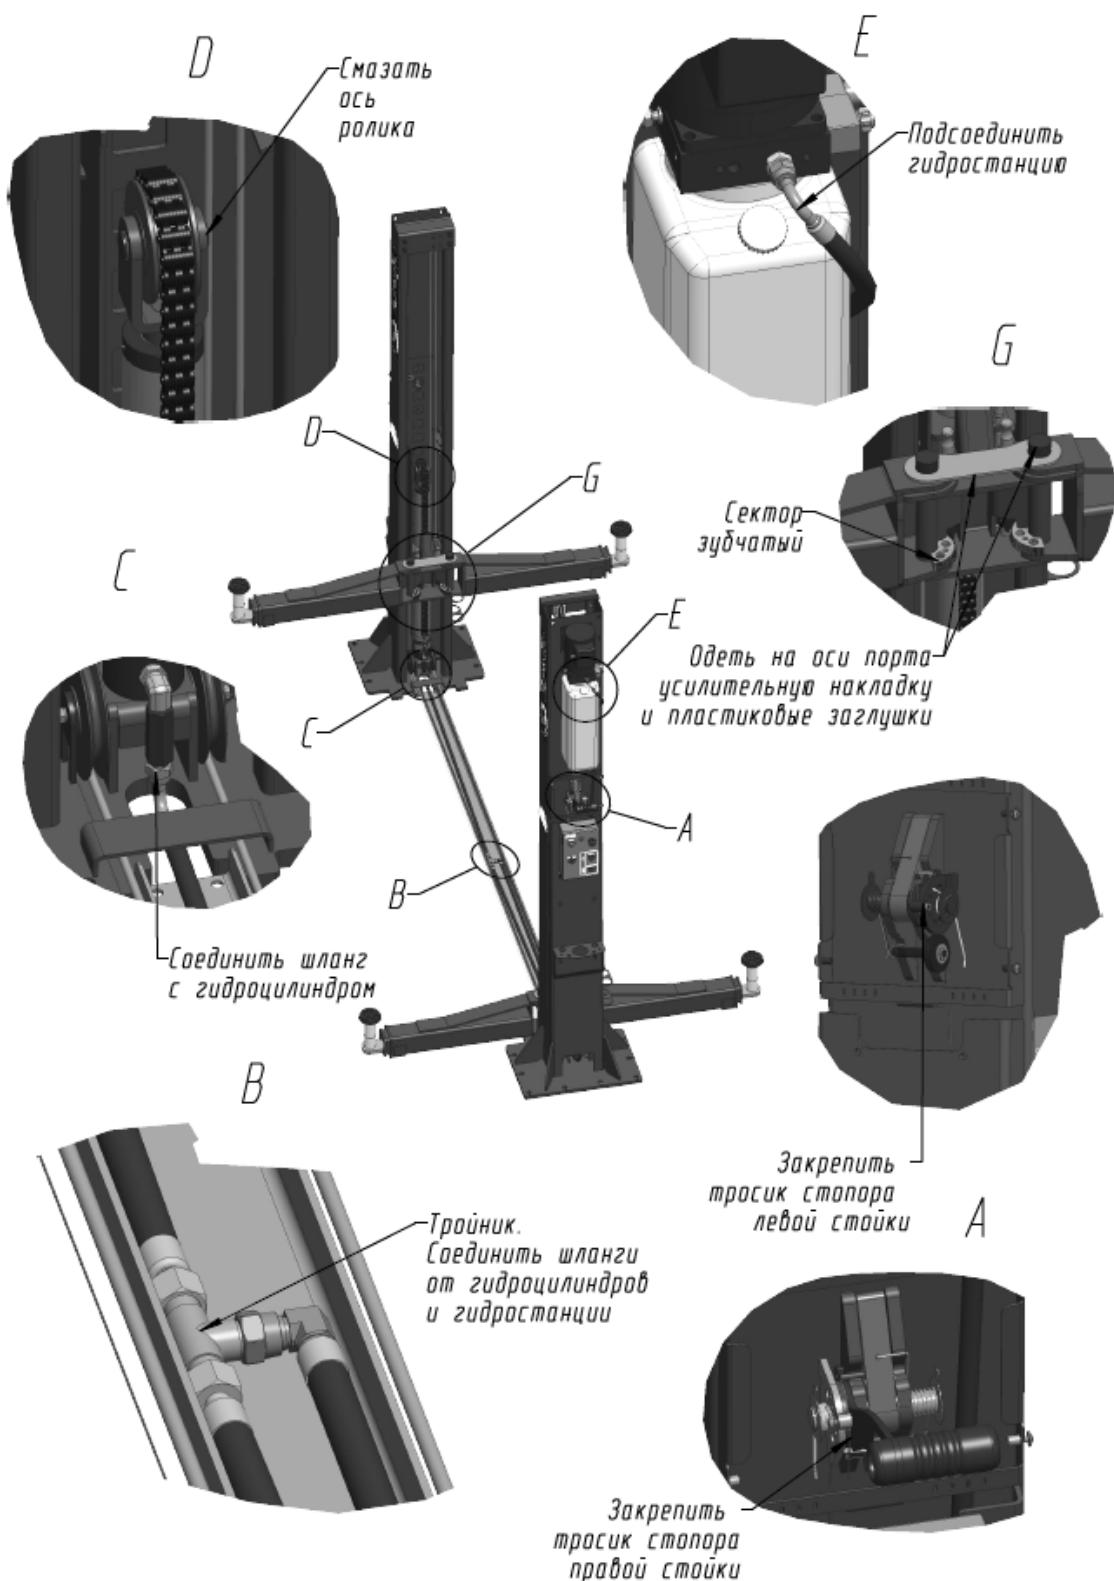

Рисунок 4 - Соединение рукавов высокого давления, точки смазки и крепление тросика стопорения.
6.5 Установить тросик системы стопорения (см. Рисунок 4). Для этого снять кожуха правой и левой стойки. Тросик системы стопорения зафиксировать на барабане правой стойки (см. Рисунок 4, вид А). Другой конец тросика протянуть к барабану левой стойки – вниз, затем горизонтально с использованием отклоняющих блоков и вверх (перед барабаном левой стойки закреплен еще один отклоняющий блок). Выбрать слабину тросика и зафиксировать его на барабане левой стойки.
6.12 Установить шайбы оси порта каретки 40,5x0,8. Затем установить подхваты на вваренные в каретки оси и зафиксировать, закрепив на нижней вилке подхвата зубчатые секторы. Убедиться, что подхваты опираются на шайбы оси. На оси портов кареток надеть усиительные накладки и заглушки оси порта каретки (пластик) (см. Рисунок 4). Эксплуатация подъемника без установки секторов и накладок не допускается.